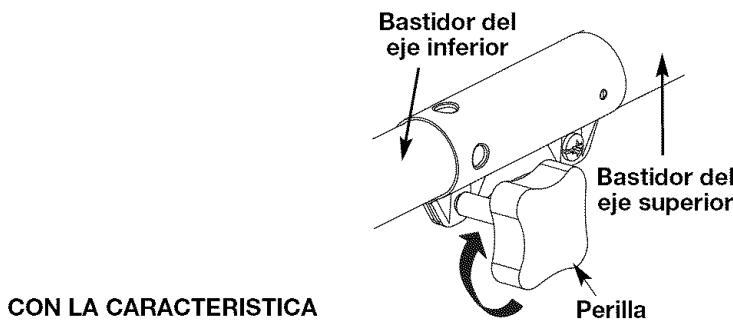

Fig. 14
4. Dé vuelta a la perilla a la derecha para tratar el acoplador (Fig. 14).